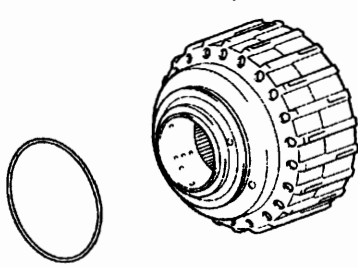
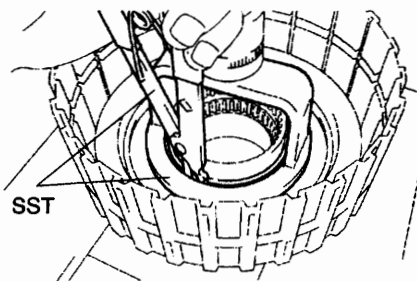
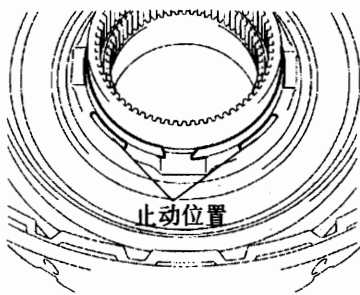

图 12-1-142
图 12-1-143
图 12-1-148
③如图 12-1-142 所示, 从离合器鼓分总成上拆下 O 形圈。
(24) 拆下直接挡离合器活塞分总成。
①如图 12-1-143 所示, 将 SST 放置在直接挡离合器活塞上, 并用压具压缩回位弹簧。
④如图 12-1-143 所示, 将 SST 放置在直接挡离合器活塞上, 并用压具压缩回位弹簧。用卡环扩张器安装卡环。注意: 不要使卡环端隙与弹簧固定座爪对齐。将弹簧片放置到离卡环槽 1~2mm 处时, 应停止压缩, 以防弹簧片变形。不要过度扩张卡环。
⑤活塞中卡环端隙的设置见图 12-1-148。
(2) 安装倒挡离合器活塞分总成。
①如图 12-1-142 所示, 将 ATF 涂到新 O 形圈上, 并将其安装到离合器鼓分总成上。